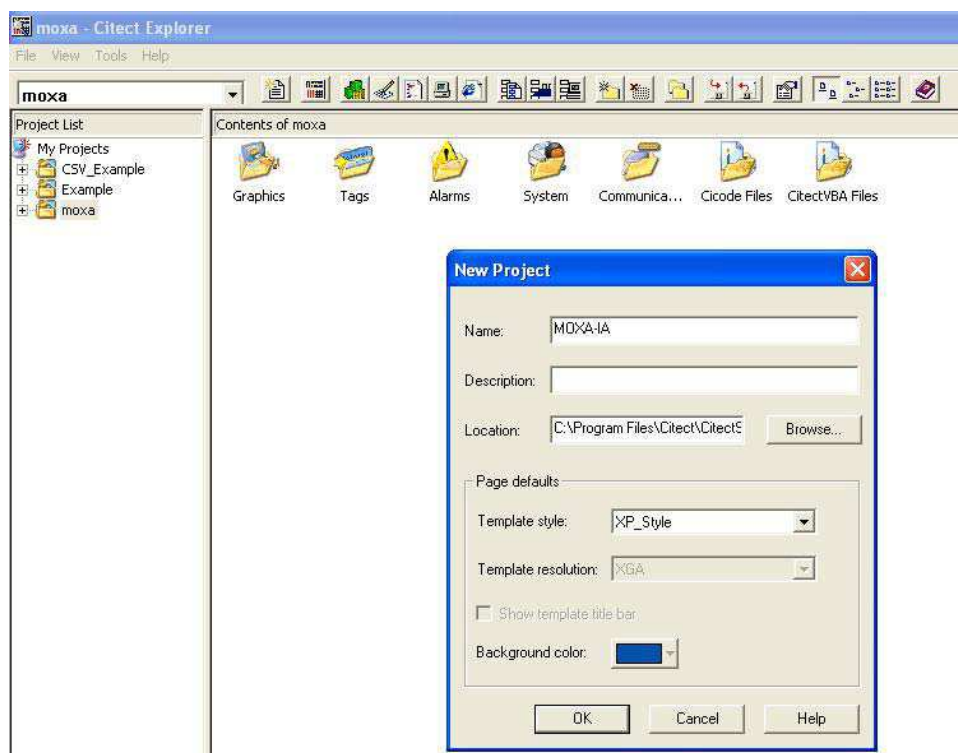

Рис. 3
2.1 Запустите Citect SCADA и создайте новый проект (Рис. 3). Введите имя проекта (в нашем примере MOXA-IA).